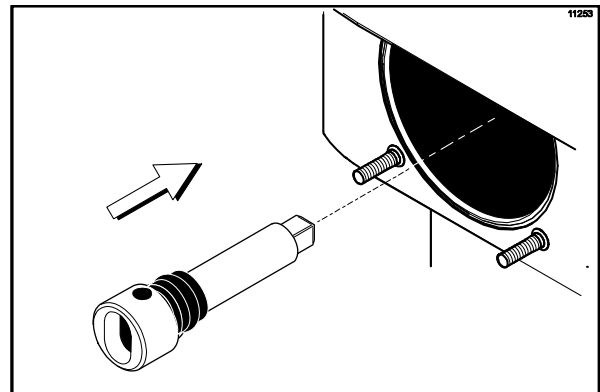

Abbildung 112
2. Die Antriebswelle des Shake-Rührwerks durch das rückwärtige Lager hindurch in den Gefrierzylinder hineinschieben, bis das Vierkantende fest in die Antriebskupplung eingreift. Die Antriebswelle darf sich in der Antriebsaufnahme nicht verkanten! (Siehe Abbildung 112.)